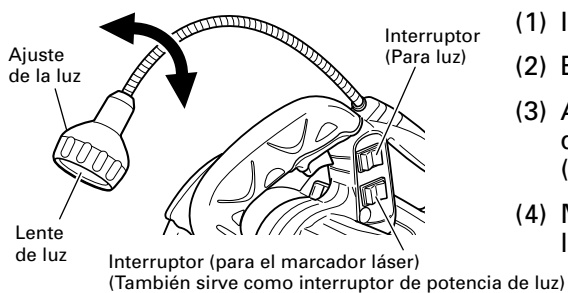

Fig. 43
(1) Introduzca el enchufe de la unidad principal en una toma.
(2) Encender el interruptor del marcador láser.
(3) Ajuste el interruptor de luz en la posición superior (ON) para que lo ilumine y en la posición inferior (OFF) para que lo apague. (Ver Fig. 43)
(4) Mueva el ajuste de la luz a la derecha y la izquierda para ajustar la posición de iluminación.